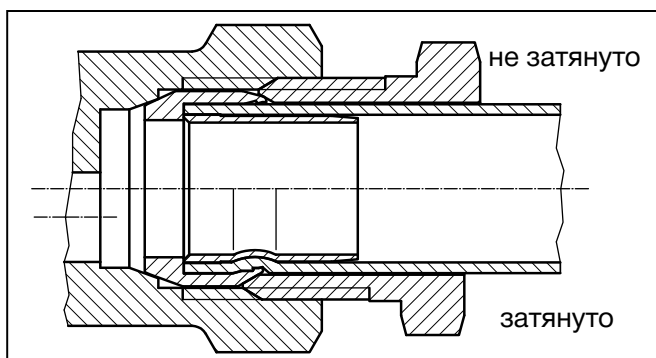

Рис. 2 Резьбовое соединение „Ofix“
2. При использовании тонкостенной или мягкой медной трубы перед монтажом резьбового соединения сначала вставить упорную гильзу в конец трубы (комплектующие). Благодаря упорной гильзе труба приобретет жесткость и сможет выдержать необходимое усилие при соединении трубы/арматуры. (см. рис. 2).